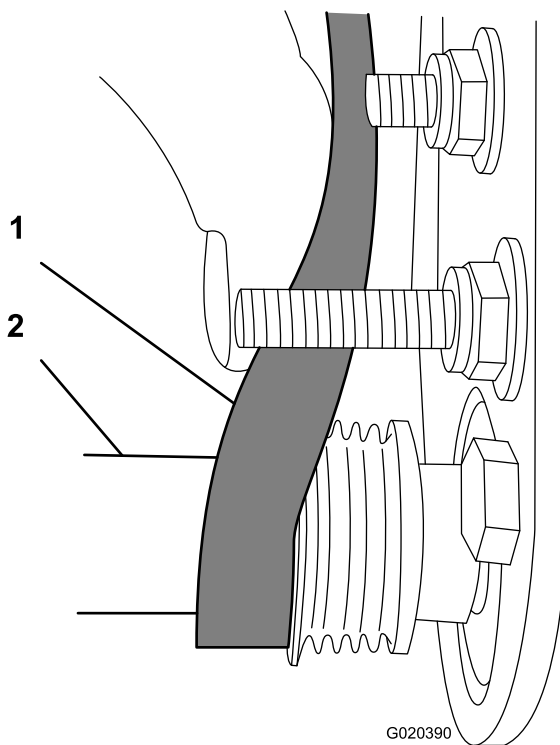

Figura 25
C. Utilize uma chave de caixa profunda de 9/16 pol. para rodar o conjunto da escova e orientar a correia para a polia acionada (Figura 25).